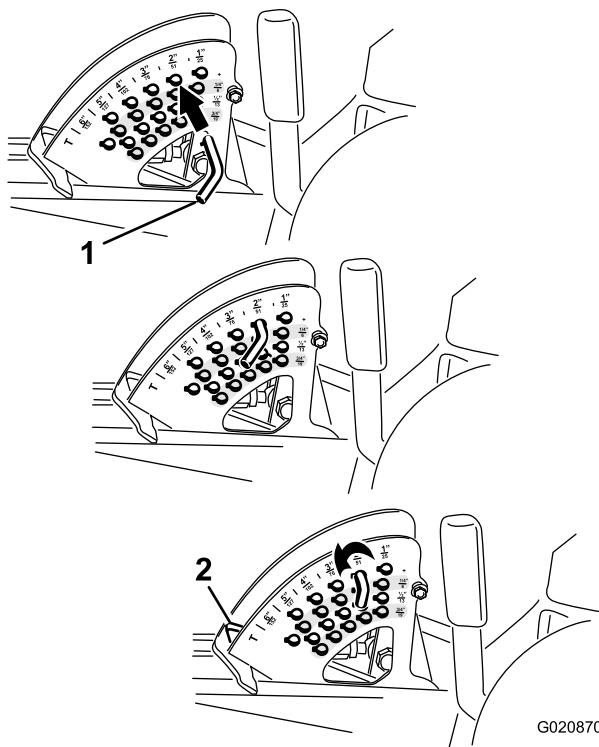

Figure 27
2. Tournez la goupille de butée jusqu'à ce que la goupille cylindrique située à l'intérieur soit en face des trous du support de hauteur de coupe et retirez-la (Figure 27).
3. Placez la goupille dans le trou du support correspondant à la hauteur de coupe voulue et tournez-la pour la verrouiller en place (Figure 27).
Remarque: Il y a 4 rangées de trous (Figure 27). La première rangée donne la hauteur de coupe indiquée au-dessus de la goupille. La deuxième rangée donne la hauteur indiquée plus 6 mm. La troisième rangée donne la hauteur indiquée plus 12 mm. La dernière rangée donne la hauteur indiquée plus 18 mm. Un seul trou, situé dans la deuxième rangée, correspond à la hauteur 15,8 cm. Il n'ajoute pas 6 mm à la hauteur de 15,8 cm.